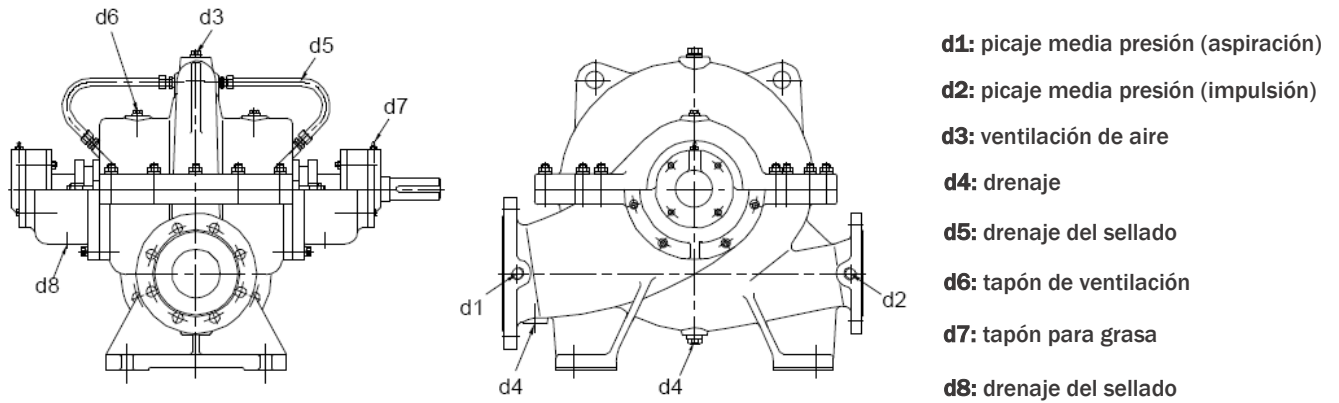

Fig.8
- Cada bomba está equipada con un drenaje (Fig. 8). Si es necesario, este puede canalizarse a un depósito adecuado. La tubería de drenaje de la bomba debe estar equipada con una válvula de aislamiento y ambas deben ser adecuadas para la máxima presión de funcionamiento de la bomba.
- La refrigeración, el sellado y el lavado de las tuberías de sellado deben conectarse únicamente a las conexiones designadas que se encuentran en la bomba (Ver Fig. 8 a 12).